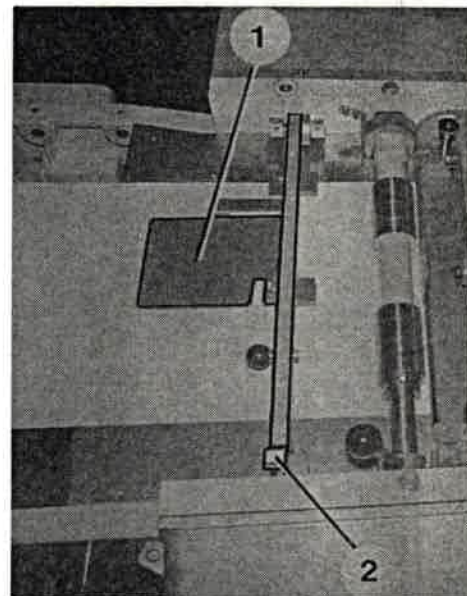

Bild 165
14. Alle Gegenlager und Niederhalter (Bild 165/1) so weit hochklappen, bis die Sperrklinke (Bild 165/2) einrastet.